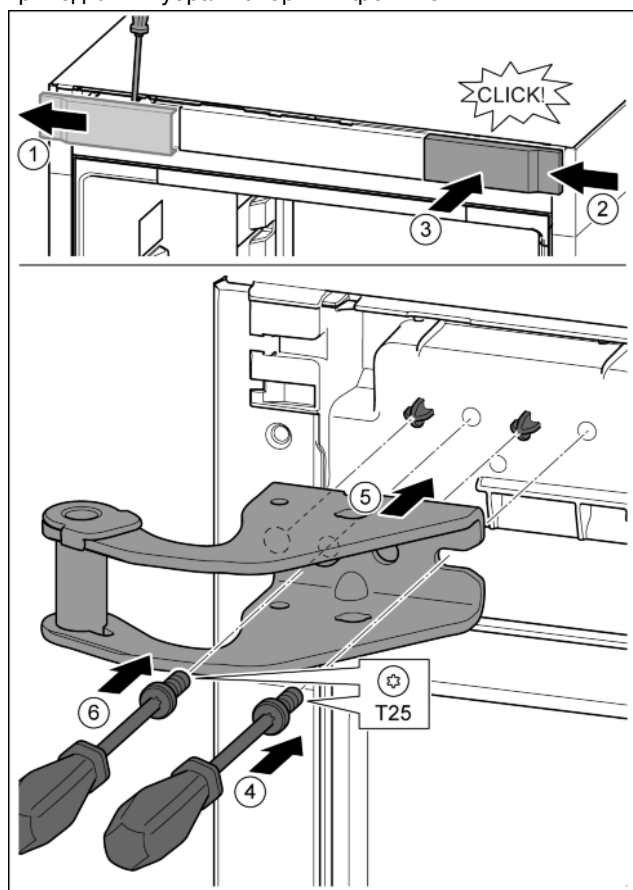

Fig. 11
- ▶ Крышку отсоединить с помощью отвертки и убрать в сторону. Fig. 11 (1)
- ▶ Навесить крышку, повернув ее на 180°, справа с другой стороны. Fig. 11 (2)
- ▶ Крышку зафиксировать. Fig. 11 (3)
- ▶ Установить винт отверткой T25. Fig. 11 (4)
- ▶ Установить верхний опорный кронштейн. Fig. 11 (5)
- ▶ Затянуть винт. Fig. 11 (4)
- ▶ Вставить и затянуть винт отверткой T25. Fig. 11 (6)